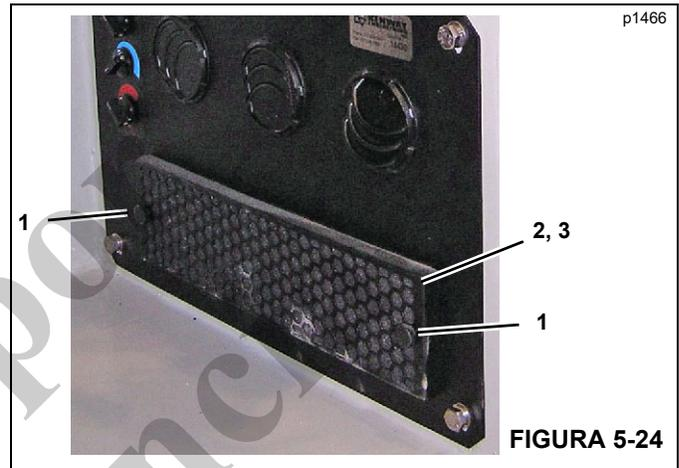

FIGURA 5-24
1. Retire los tornillo de apriete (1, Figura 5-24).
2. Retire la cubierta de acceso (2).
3. Retire el filtro (3) y límpielo con aire comprimido o con jabón suave y agua.